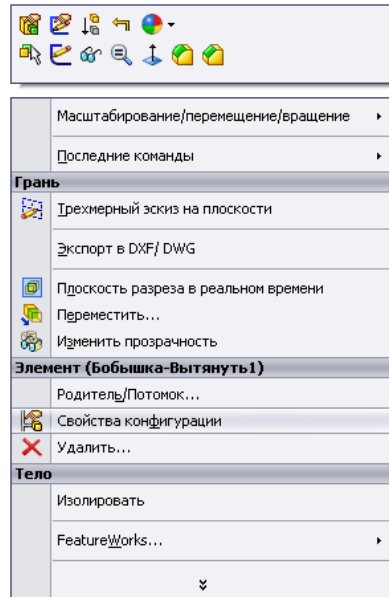
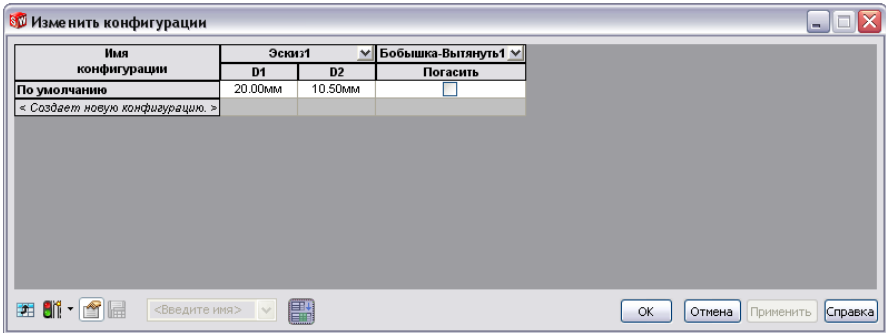
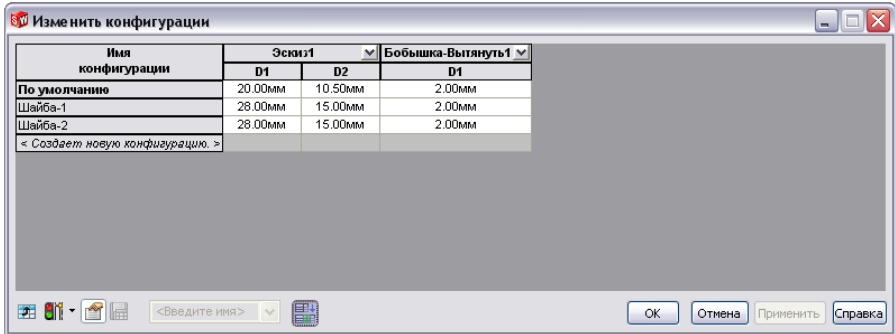

Рисунок 8.38 - Виклик контекстного меню
Рисунок 8.39 - Процесс зміни конфігурації
Рисунок 8.45 - Диалоговое окно «Изменить конфигурации»
1. Виділимо в дереві конструювання або в графічній області елемент деталі **«Бобышка-Вытянуты1»** і клацнемо правою кнопкою миші. У результаті на екрані з'явиться контекстне меню (рис. 8.38), виберемо пункт **«Свойства конфигурации»** - відкриється вікно **«Изменить конфигурации»** (рис. 8.39). Для того щоб у таблиці діалогового вікна **«Изменить конфигурации»** відобразилися всі розміри елемента, необхідно натиснути кнопку - **«Все параметры»** в нижньому рядку цього вікна.
«Бобышка-Вытянуты1» - 2 мм і клацнемо правою кнопкою миші, щоб відкрылося контекстне меню зі списком команд (рис. 8.38). У цьому вікні виберемо команду - «Свойства конфигурации». У результаті на екрані відкриється діалогове вікно «Изменить конфигурации» (рис. 8.45).